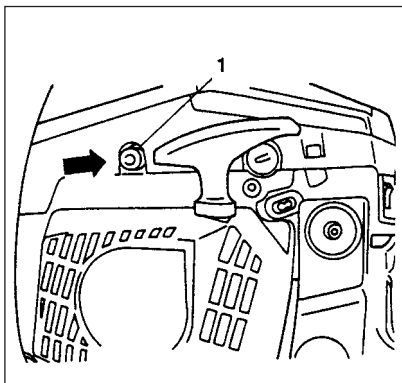

Fig. 2-2B
\* Tryck på dekompressionsventilen (1) (om sådan finns, kommer ventilen att återgå när motorn startas). (Fig. 2-2B)